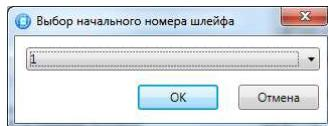

Рис.16 Выбор начального номера шлейфа
устройства, не меняя существующую нумерацию шлейфов. Для выбора начального номера шлейфов нажмите на кнопку В открывшемся окне *Выбор начального номера шлейфа*, выберите номер из выпадающего списка и нажмите кнопку *OK* (рис. 16).
*Датчики*, (Рис.16). При нажатии на кнопку откроется окно с номером датчика. Далее необходимо выполнить процедуру регистрации датчика согласно его руководству. В случае успешной регистрации датчика в окне отобразится сообщение, *Операция выполнена успешно* и указан тип зарегистрированного датчика.